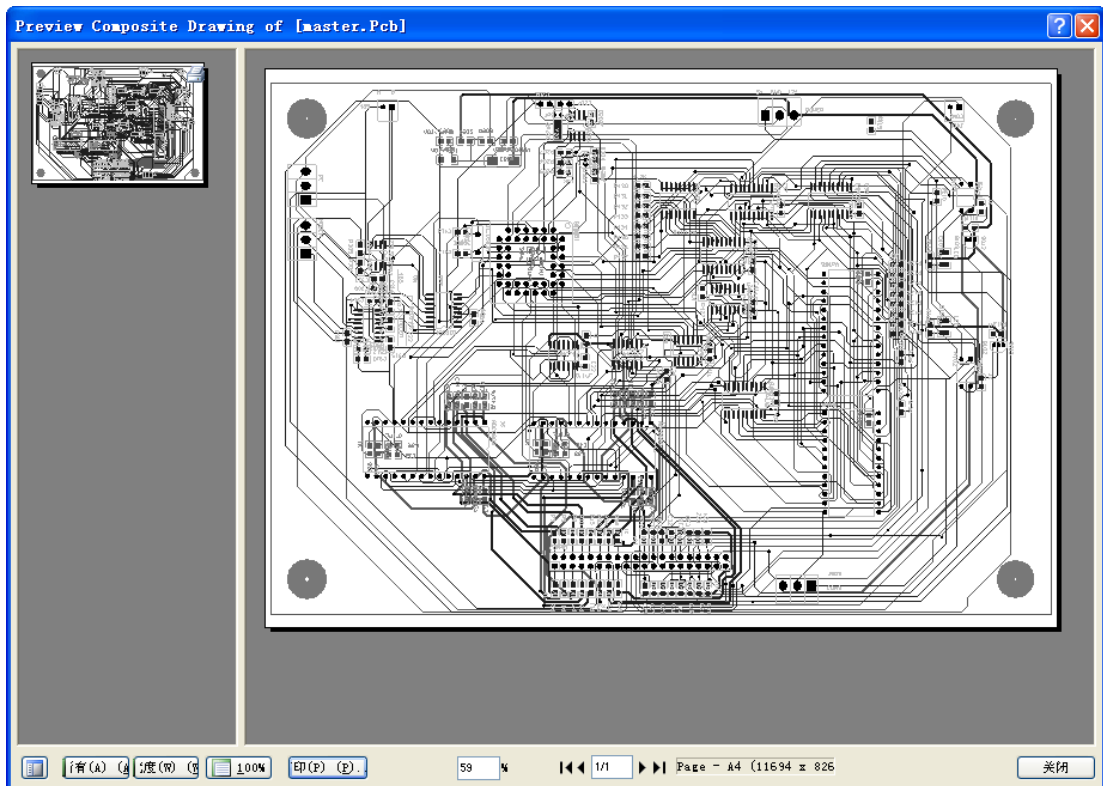

图 10-42 打印预览
Step7 在如图 10-38 所示的“Composite Properties (复合页面属性设置)”对话框中，单击“预览”按钮，可以预览打印效果，如图 10-42 所示。